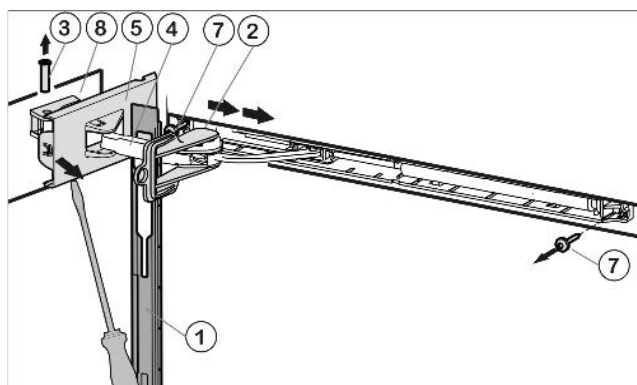

Рис. 5
- ▶ Переместите заглушку вперед по направлению прибора через рычаг Рис. 5 (4).
- ▶ Вставьте предохранитель Рис. 5 (2) в продольное отверстие.
- ▶ Отвинтите защитную крышку со стороны шарнира Рис. 5 (5) с помощью отвертки.
- ▶ Отвинтите болты снизу Рис. 5 (3)
- ▶ Потяните рычаг в направлении двери Рис. 5 (4).
- ▶ Снимите заглушку Рис. 5 (1).
- ▶ Отвинтите доводчик (2 раза Torx 15) Рис. 5 (7).
- ▶ Отвинтите опорную деталь Рис. 5 (8) и повернув на 180° переместите на противоположную сторону. Проколите отверстие под винт или используйте шуруповерт.